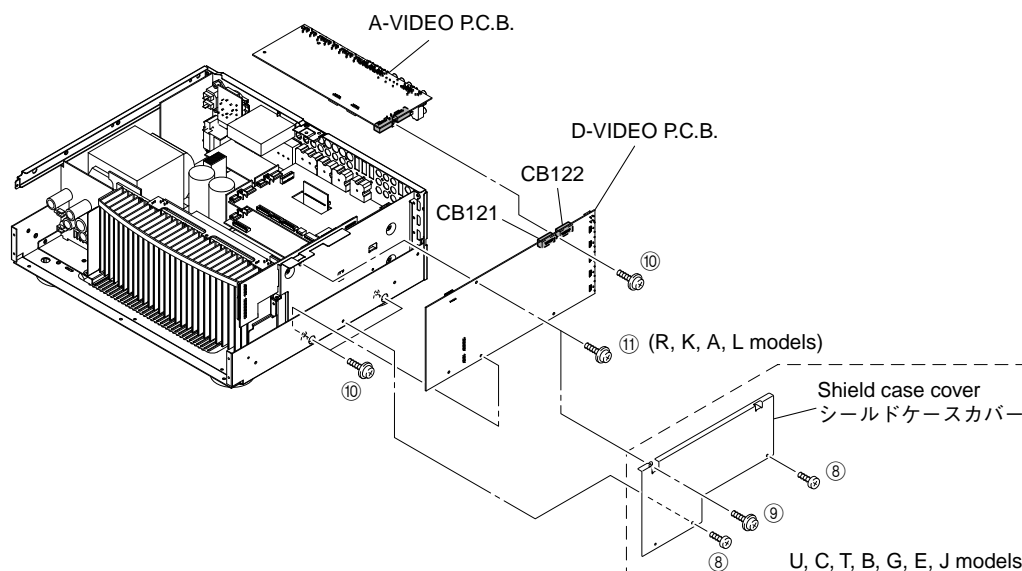

Fig. 4
- Remove 2 screws (⑧) and screw (⑨). (U, C, T, B, G, E models) (Fig. 4)
- Remove the shield case cover. (U, C, T, B, G, E models) (Fig. 4)
- Remove 3 screws (⑩). (Fig. 4)
- Remove screw (⑪). (R, K, A, L models) (Fig. 4)
- Remove CB121, CB122 and then remove the D-VIDEO P.C.B. which is connected directly to the A-VIDEO P.C.B. with connectors. (Fig. 4)
- ⑧のネジ2本、⑨のネジ1本を外します。(Fig. 4)
- シールドケースカバーを取り外します。(Fig. 4)
- ⑩のネジ3本を外します。(Fig. 4)
- CB121、CB122を外し、D-VIDEO P.C.B.を取り外します。ただし、D-VIDEO P.C.B.は、A-VIDEO P.C.B.と直接コネクタ接続されています。(Fig. 4)
- Remove the A-VIDEO P.C.B.. (Fig. 4)
- A-VIDEO P.C.B.を取り外します。(Fig. 4)